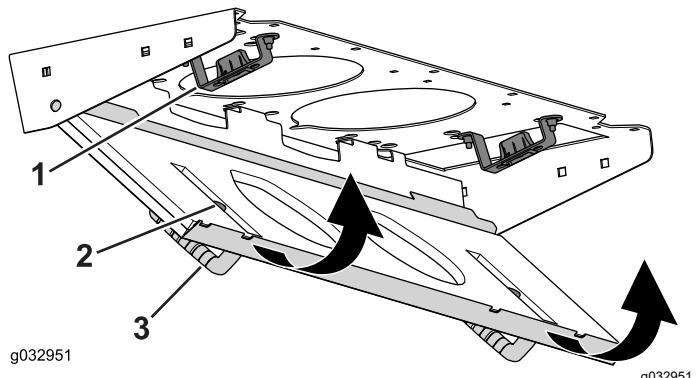

Рисунок 84
- Поверните сетчатый фильтр вокруг монтажных лепестков так, чтобы защелка зафиксировалась в креплении защелки в сборе (Рисунок 84).